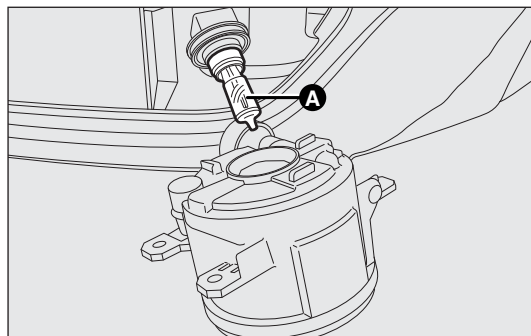

fig. 168
- ☐ extraire l'ampoule A-fig. 168 en la tournant dans le sens contraire des aiguilles d'une montre et débrancher le connecteur électrique.